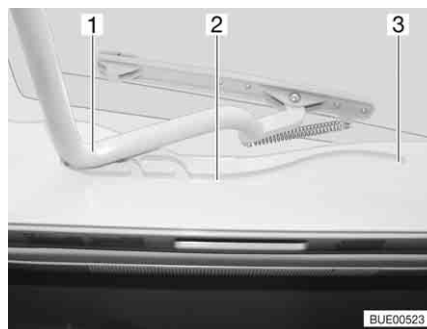

Bild 126 Heki-taklucka, spår
- Dra in bygel (Bild 126,1) i spåret (Bild 126,2) till den bakersta positionen (Bild 126,3).
- Tryck bygel (Bild 126,1) lätt uppåt med båda händerna.
- Drag bygel till önskad position i spåret (Bild 126,2).